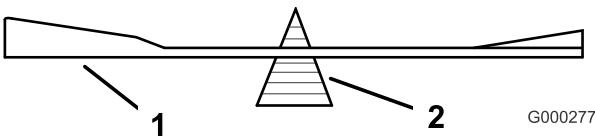

Figura 61
- Verifique el equilibrio de la cuchilla colocándola sobre un equilibrador de cuchillas (Figura 61). Si la cuchilla se mantiene horizontal, está equilibrada y